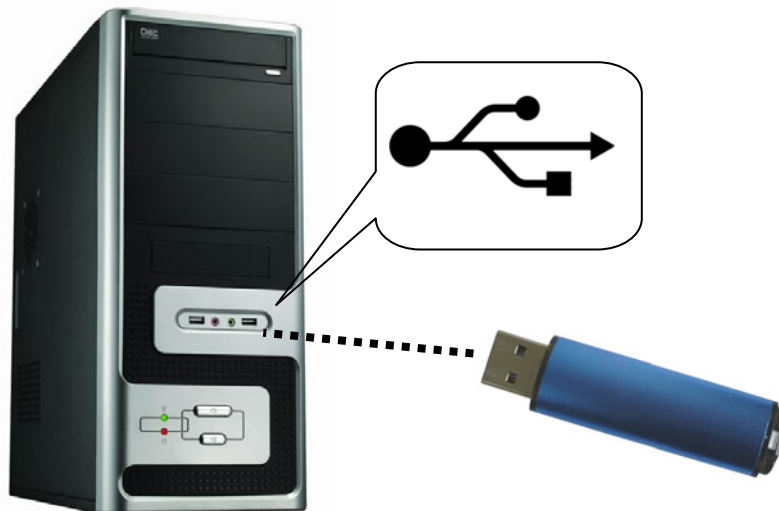

图 2.1 将 U 盘加密锁插入 PC 机的 USB 接口
1. 将U盘加密锁插入到PC机的USB接口,参考如图2.1所示。